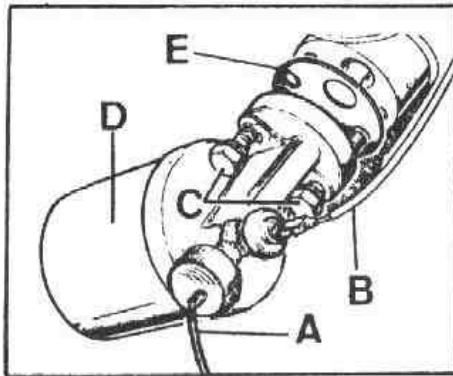

Fig. A1-37 Desmontaje del conjunto filtro exterior de aceite
- 1.2. Desconectar los cables del transmisor, A (Fig. A1-37) y el, B, del inte- = ruptor.
- 1.3. Desmontar los tornillos, C (Fig. A1-37) que fijan el conjunto, D, y extraer dicho conjunto, con la junta, E.
- 2.2. Tomar una junta nueva, E (Fig. A1-37), extender una capa de grasa sobre sus dos caras y situarla sobre la cara de acoplamiento en el bloque.
- 2.3. Fijar el conjunto, D (Fig. A1-37) con los tornillos, C y conectar los cables, A y B.